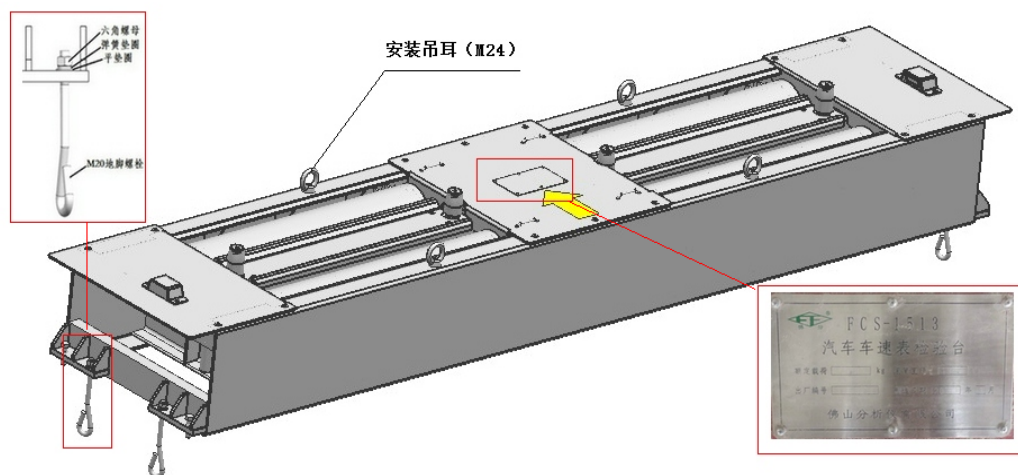

图 3.4
(1)、如图 3.4 所示：将安装吊耳（M20）拧紧在台架对应位置上，用钢丝绳或布带穿过台架的四个安装吊耳；